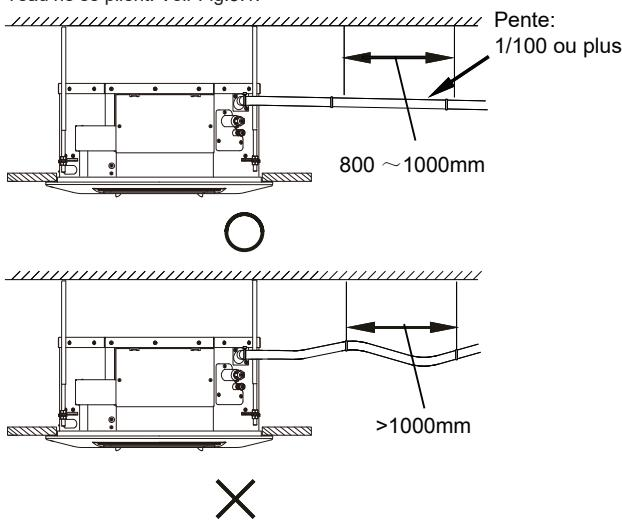

Fig. 5.1
- Afin d'empêcher le reflux d'eau à l'intérieur du climatiseur lorsque l'équipement est arrêté, le tuyau d'évacuation de l'eau doit être incliné vers le bas et vers l'extérieur (côté vidange) à une pente supérieure à 1/100. Assurez-vous que le tuyau d'évacuation de l'eau ne gonfle pas et ne stocke pas d'eau ; sinon cela provoquera un bruit étrange. Voir la figure 5.1.
- Lors du raccordement du tuyau d'évacuation d'eau, n'appliquez pas de force pour tirer les tuyaux, cela empêchera les raccords du tuyau d'aspiration d'eau de se desserrer. Dans le même temps, définissez un point d'appui tous les 0,8 ~ 1 m pour éviter que les tuyaux d'évacuation de l'eau ne se plient. Voir Fig.5.1.